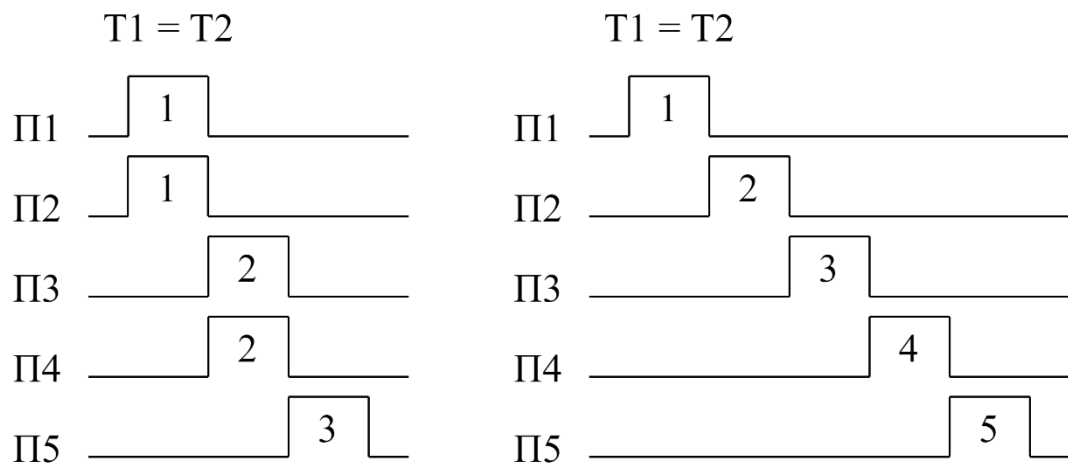

Рис. 24
- 2) Опция "Очередность пуска" позволяет запускать несколько цепей пуска в одном импульсе. При этом группы пуска запускаются последовательно с учетом интервала между началами пускового импульса (рис. 24).
- 3) При установке интервала между началами пусковых импульсов равным длительности пускового импульса ($T1 = T2$) цепи пуска (или группы пуска, если несколько цепей объединены группами) запускаются поочередно без пауз между импульсами (рис. 24).